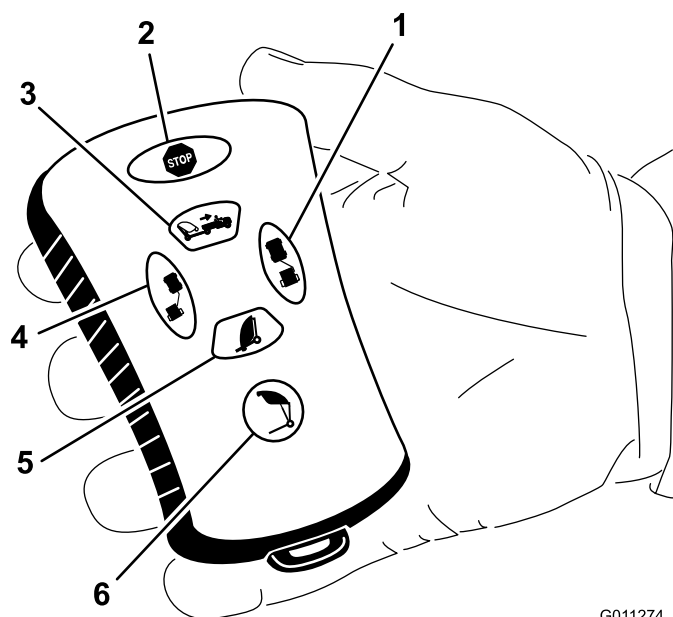

Figura 25
- Premete il pulsante di scarico del cassone (Figura 25).
- Quindi premete il pulsante della posizione disassata sinistra (Figura 25).
- Poi premete il pulsante di disassamento a destra (Figura 25).
- Infine premete con una pressione lunga il pulsante di scarico del cassone (Figura 25).
- Premete il pulsante di abbassamento della spazzatrice per abbassare il cassone (Figura 25).